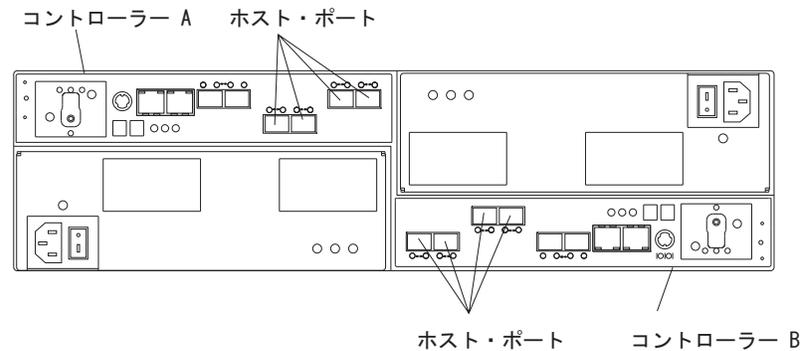

図 54. DS5020 の RAID コントローラー上のホスト・ケーブルの位置
2. DS5020 RAID コントローラー・ホスト・ポート内の SFP モジュールからのファイバー・チャンネル・ケーブルを、ファイバー・チャンネル・スイッチ内の SFP モジュールまたはホスト・バス・アダプターの SFP モジュールに接続します。図 54 は、DS5020 ストレージ・サブシステムでホスト・システムのケーブルが接続する RAID コントローラー上の位置を示しています。